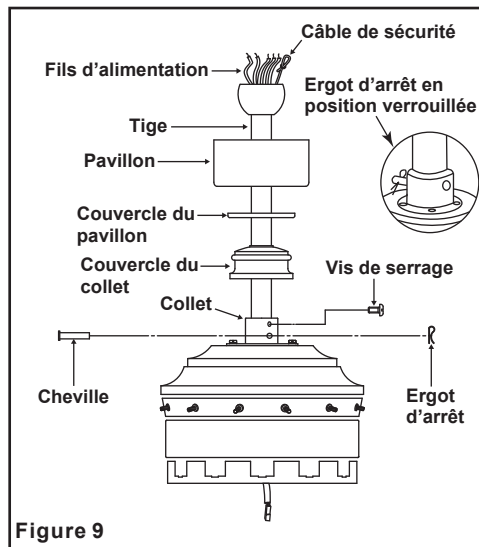

Figure 9
Étape 6. Retirez la cheville de suspension, l'ergot d'arrêt et les vis de serrage du dessus de l'ensemble du moteur. (Fig. 9)
Étape 7. Faites passer le câble de sécurité et le fil exposés du haut du moteur à travers le couvercle du collier, le couvercle de la verrière, la verrière, puis à travers la bille / tige. (Fig. 9)
Étape 8. Alignez les trous dans le bas de la tige avec les trous dans le collet sur le dessus du boîtier du moteur (Fig. 9). Insérez la cheville de suspension à travers les trous dans le collet et la tige. Prenez garde de ne pas coincer la cheville contre les fils à l'intérieur de la tige. Insérez l'ergot d'arrêt dans le trou près de la base de la cheville de suspension jusqu'à ce qu'un déclic indique qu'il est bien en position, comme illustré dans l'encart rond de la Fig. 9.
Étape 9. Serrez fermement deux vis de serrage sur le dessus du moteur du ventilateur. (Fig. 9)